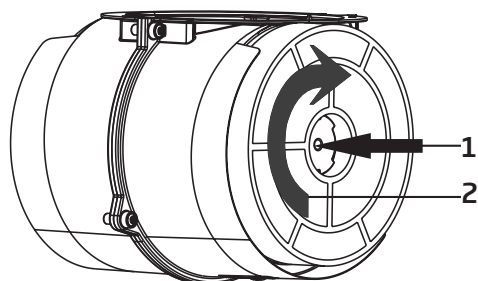

Fig. 6: AF 100 Filtru de carbon
1. Puneți filtrul de carbon în locașul corespunzător. Fig. 6
2. Rotiți filtrul de carbon în sensul acelor de ceasornic și asigurați-vă că acesta este poziționat corect (Fig. 6).